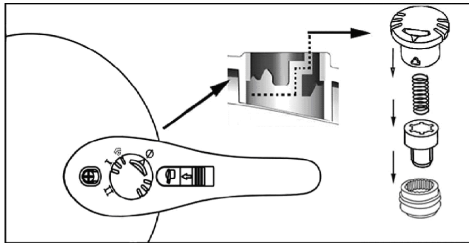

Fig.13
- перемкніть робочий клапан у положення « $\Phi$ », вийміть його, розберіть деталі у порядку, показаному на рис.13, потім очистіть їх;